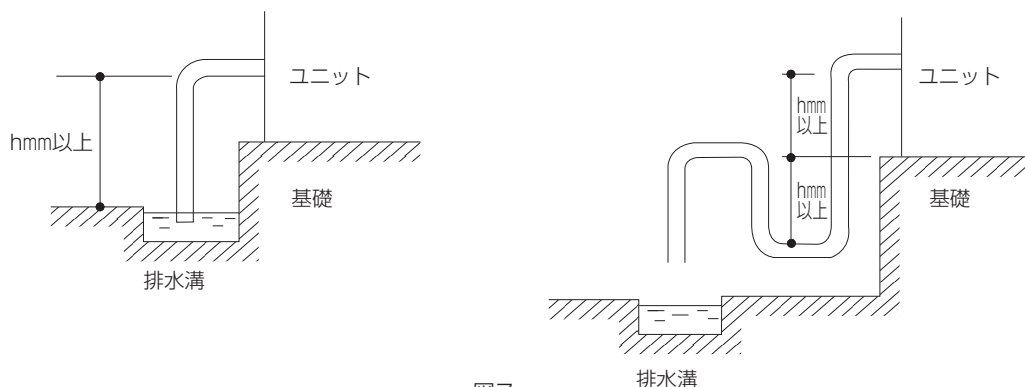

図 7
- ドレン配管は、ユニット後側（空気コイル側）下にあります。ドレン配管から空気の吸込を防止するため、下図のようなドレンラップを必ず設けてください。（図 7 参照）図 7 の h 寸法は、ユニット内の負圧（機内抵抗＋吸込ダクト抵抗）により決定してください。